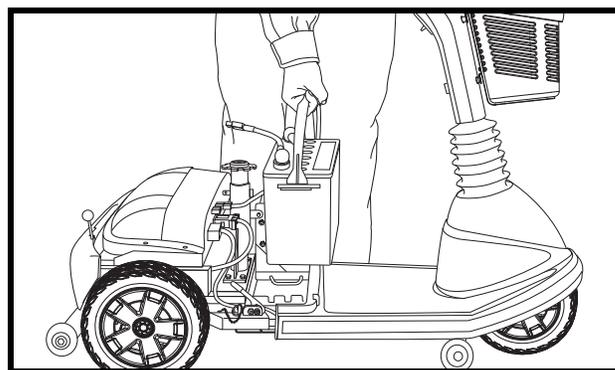

Figure 21. Enlèvement des batteries
7. Enlevez les deux batteries du scooter. Voir la figure 21.